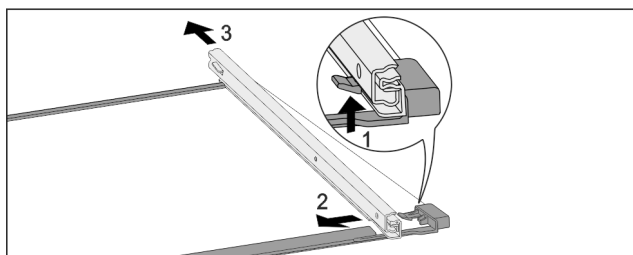

Fig. 235 Pllaka e xhamit me shinat
- ▶ Shtyni për lart grepat e kapjes në pjesën përpara. Fig. 235 (1)
- ▶ Shkëputni shinën me tërheqje në pjesën anësore Fig. 235 (2) dhe në pjesën prapa Fig. 235 (3).